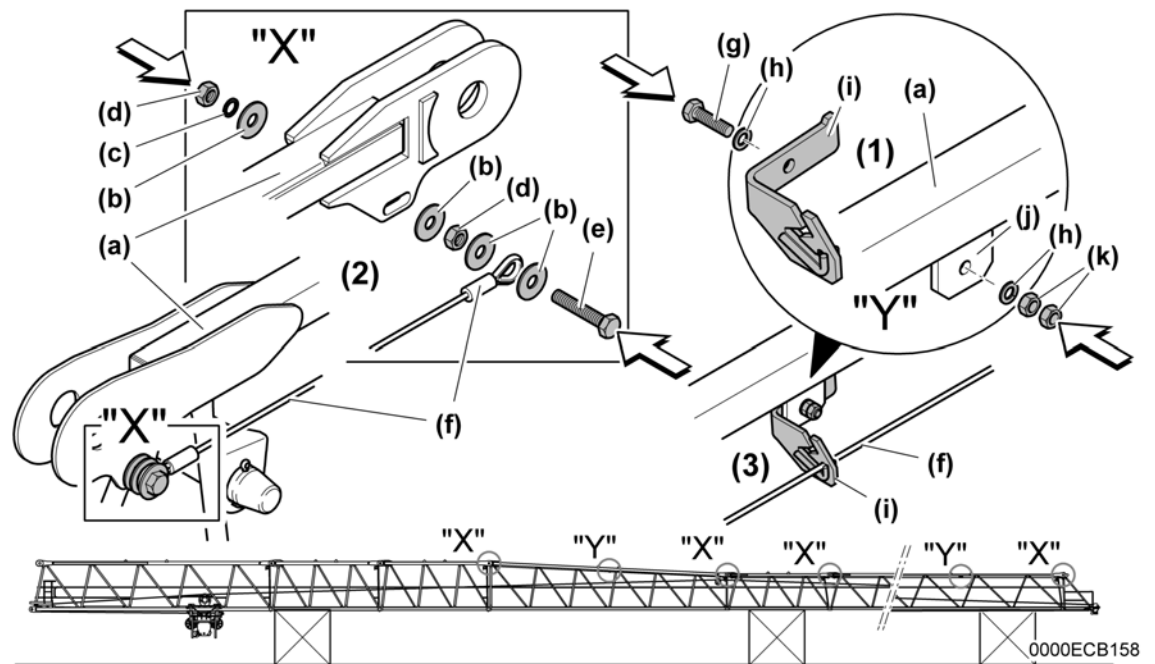

Fig. 6-115 Geländerseile montieren
- ▶ Seilführungen (i) an Laschen (j) mit Schrauben (g) verschrauben. Jede Schraube (g) mit zwei Sicherungsscheiben (h) und zwei Muttern (k) sichern. (2)
- ▶ Geländerseil (f) an Ausleger-Obergurt (a) mit Schrauben (e) verschrauben. Jede Schraube (e) mit vier Scheiben (b), einer Sicherungsscheibe (d) und zwei Muttern (d) sichern (Anordnung der Sicherungselemente siehe: Fig. 6-115). (2)
- ▶ Geländerseil (f) in montierte Seilführungen (i) einfädeln. (3)